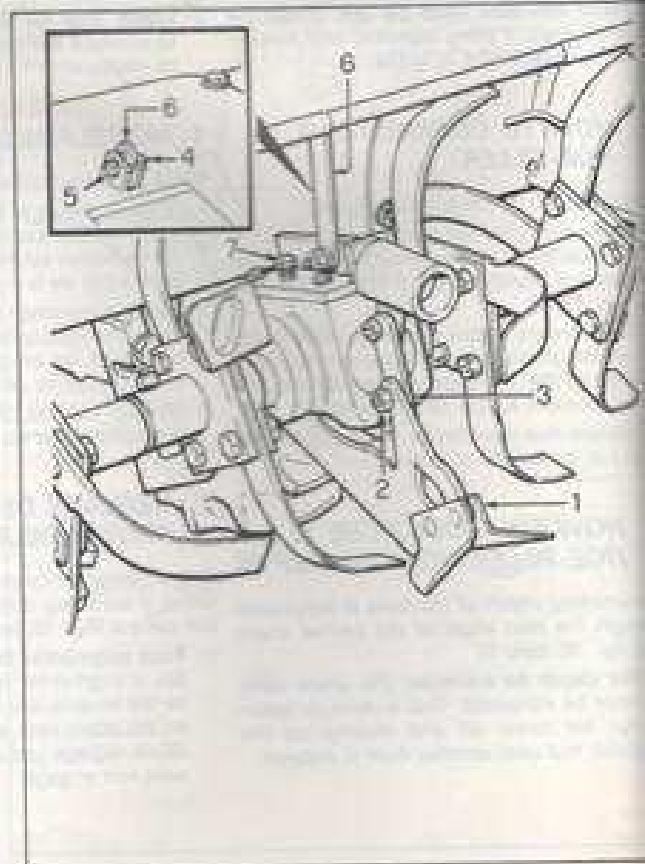

Fig. 18 - Bild 18
Per regolare la profondità di lavoro delle zappette occorre agire sull'inclinazione del vomerino centrale (vedere fig. 18, particolare 1).
*The working depth of the hoes is adjustable through the lead angle of the central share (see fig. 18, item 11).*
- *For depth to increase: the share slant need be increased. This is done by taking out set screw (2) and moving up the guide rod until another hole is entered.*
*Pour régler la profondeur de travail des bênettes, il y aura lieu d'agir sur l'inclinaison du soc central (fig. 18, rep. 11).*
- *Pour augmenter la profondeur il y aura lieu d'augmenter la pente du soc, ce qui se fait en levant la vis de fixation (2) et en poussant vers le haut le tige perforée (3) de réglage jusqu'à ce que l'orifice suivant soit engagé.*
- *Zur Einstellung der Arbeitstiefe der Hacken muss man auf die Neigung der Zentralschar wirken (siehe Bild 18, Detail 11).*
*Zur Erhöhung der Arbeitstiefe muss die Neigung der Schar erhöht werden. Dabei ist die Befestigungsschraube (2) zu entfernen und die gerissene Stellschraube (3) bis zum Einlegen in eine andere Bohrung nach oben zu drücken.*
**Attention** — Après avoir modifiée la profondeur de travail des binettes, il faut régler la distance du capot par rapport au sol. Desserrez l'écrou, sortir la vis (15) (figure 18, repère 4) et lever ou baisser le capot jusqu'à ce que les bords latéraux intérieurs se trouvent à 2 ou 3 cm du sol (binettes en position de travail). Bloquer le capot au moyen de la vis (15) et de l'écrou (14) qui sera introduit dans le trou correspondant de la tige de réglage et de support du capot (6).
Die Mutter (Bild 18, Detail A) lösen und die Schraube (5) entfernen. Die Haube hebt oder senkt bis ihre seitlichen unteren Bergkanten 2-3 cm über dem Boden stehen (die Hocken müssen in Hockenstellung sein). Die Haube wieder durch Einführen der Schraube (5) mit der Mutter (4) im betreffenden Loch der Regel-und-Stützstange (6) blockieren.
- correct level of oil in the bevel gear housing (housing to be almost full). To check oil level remove pin from hood (figure 18, item 3), remove pin (4) and raise the hood.
- l'huile se trouve au niveau correct dans le carter des engrenages coniques (le carter sera presque plein). Pour vérifier le niveau, libérer le capot de la goulotte (figure 18, repère 4), enlever la toupie (5) et lever le capot.
Dévisser le bouchon (figure 18, repère 7) situé sur la partie supérieure du carter des engrenages coniques et contrôler le niveau.
- das Öl im Kegelradgehäuse auf dem richtigen Füllstand liegt, d.h. bei fast voll im Gehäuse. Zur Füllstandskontrolle den Stift aus der Haube herausziehen (Bild 18, Detail 3), den Bolzen (4) entfernen und die Haube anheben. Die auf dem Oberteil des Kegelradgehäuses angeordnete Verschlussschraube (Bild 18, Detail 6) abschrauben und den Füllstand prüfen.